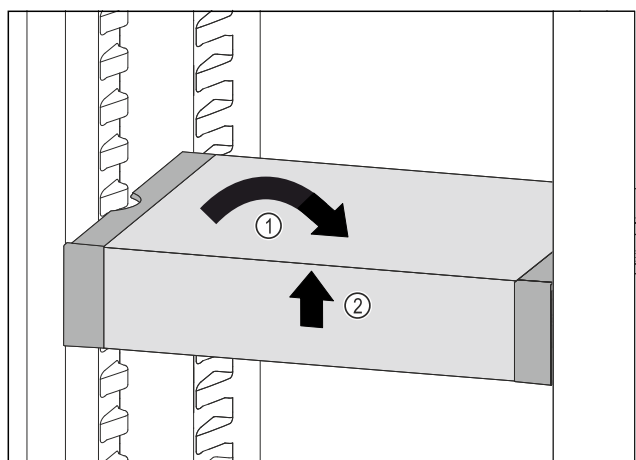

Fig. 140
- VarioSafe gerade stellen. Fig. 140 (1)
- VarioSafe vorne anheben. Fig. 140 (2)